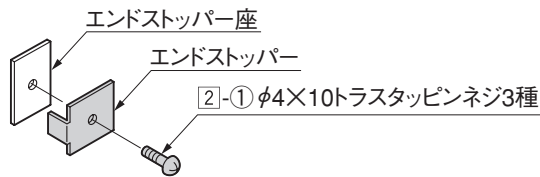

図4-2 エンドストッパーの組付け
- 2 エンドストッパーにエンドストッパー座を2-1で仮止めしてください。(図4-2参照)